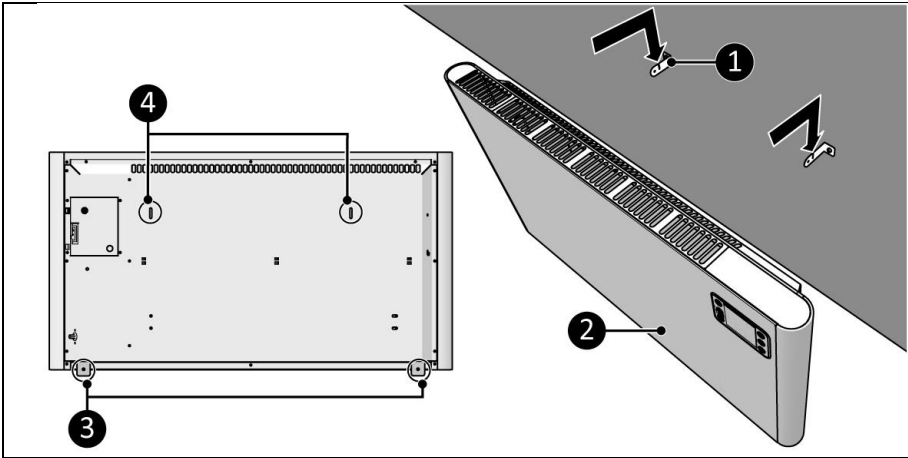

Abbildung 12
9. Platzieren Sie die Halterungslöcher (Abbildung 12, Pos. 4) über den Wandhalterungen (Abbildung 12, Pos. 1).
10. Lassen Sie das Gerät (Abbildung 12, Pos. 2) in die Öffnungen der Wandhalterungen gleiten (Abbildung 12, Pos. 1).
11. Verwenden Sie die Gerätehalterungen (Abbildung 12, Pos. 3), um die Position des unteren Lochs an der Wand zu markieren.
12. Entfernen Sie das Gerät von den Wandhalterungen (Abbildung 12, Pos. 1).
14. Platzieren Sie das Gerät (Abbildung 12, Pos. 2) wieder auf die Wandhalterungen (Abbildung 12, Pos. 1).